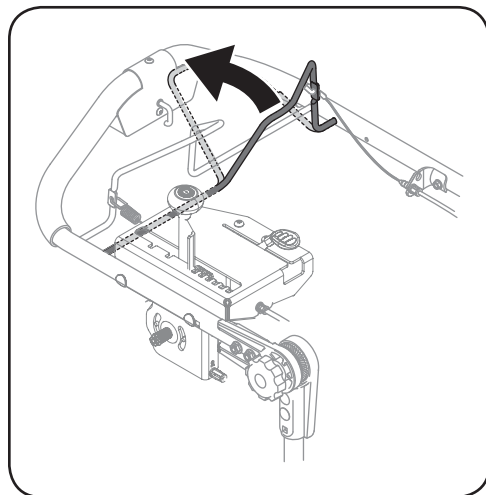

Figure 4-5
4. Pour engager le système d'entraînement, avec votre main gauche, pressez la partie gauche de la poignée d'embrayage contre la partie surélevée de la poignée. Voir Figure 4-5.